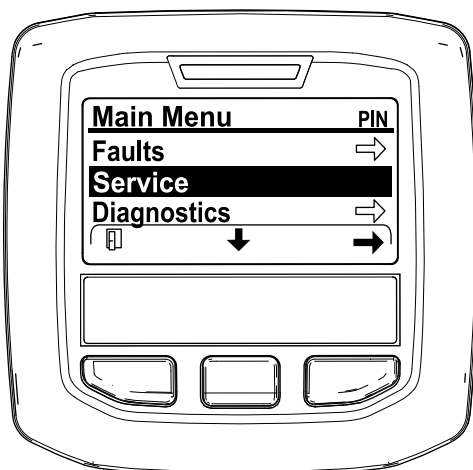

Figura 30
2. Vá até ao MENU PRINCIPAL, prima o botão central para ir até ao MENU DE MANUTENÇÃO e prima o botão direito para selecionar a opção de MANUTENÇÃO (Figura 30).